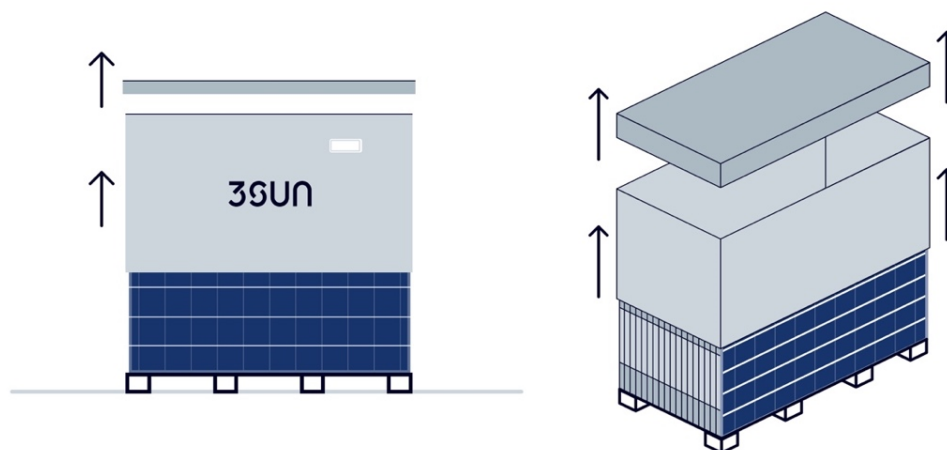

Figura 16: Rimozione del coperchio e dell'imballaggio perimetrale della scatola.
- b) Rimuovere prima il tappo di cartone della scatola e successivamente l'imballaggio perimetrale (Figura 16).